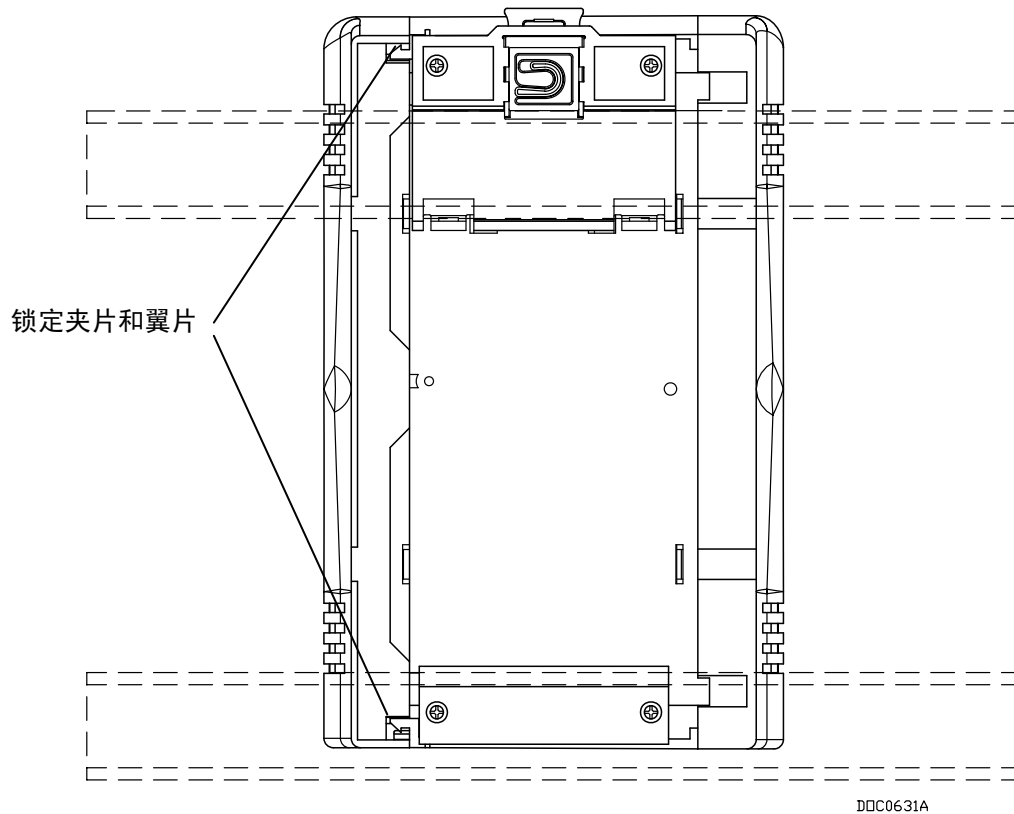

图2-6. EXP 背面上的塑料调节扣
3. 转动 ROC827 使机组的背面向着您（如图 2-6 所示）。